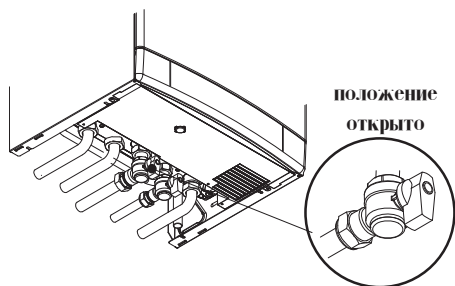

рисунок 2.3
- Проверьте, чтобы краны, расположенные в нижней части котла были открыты (рисунок 2.3).